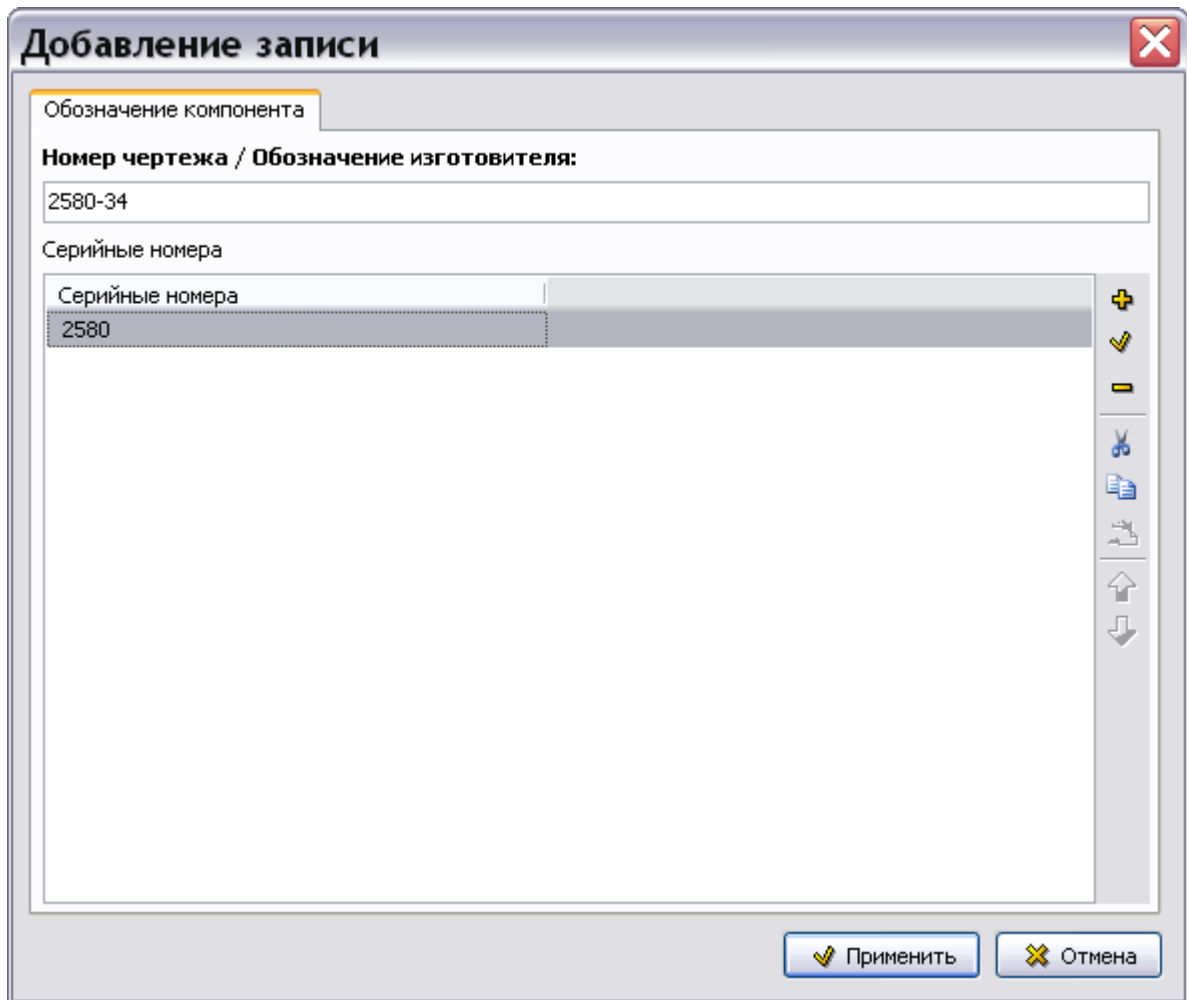

Рисунок 953
10) Включив соответствующую радиокнопку, введите одиночное значение серийного номера (список номеров через запятую) или диапазон номеров. После ввода значений нажмите на кнопку **Применить**. После этого произойдет возврат в окно **Добавление записи** для обозначения компонента (рисунок 953).